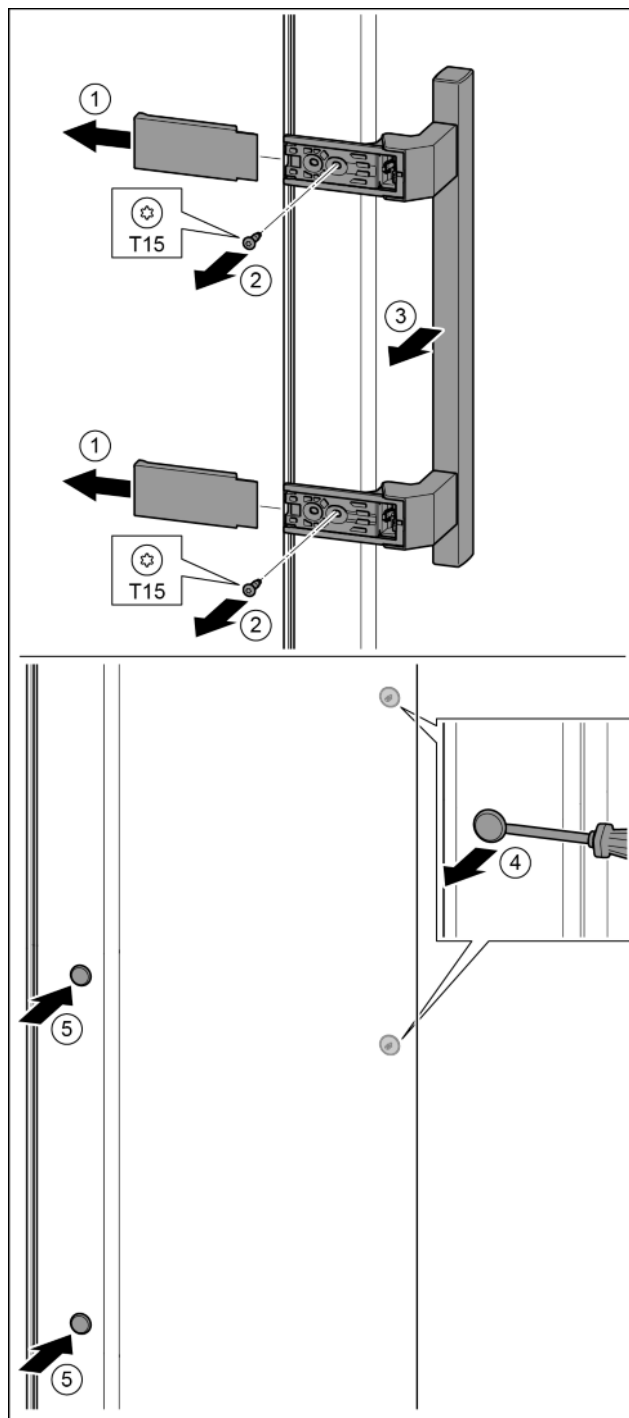

Fig. 21
- ▶ Зніміть кришку. Fig. 21 (1)
- ▶ Викрутіть гвинти за допомогою викрутки T15. Fig. 21 (2)
- ▶ Зніміть ручку. Fig. 21 (3)
- ▶ За допомогою шліцевої викрутки обережно підійміть бокову пробку та витягніть її. Fig. 21 (4)
- ▶ Знову вставте пробку з іншого боку. Fig. 21 (5)